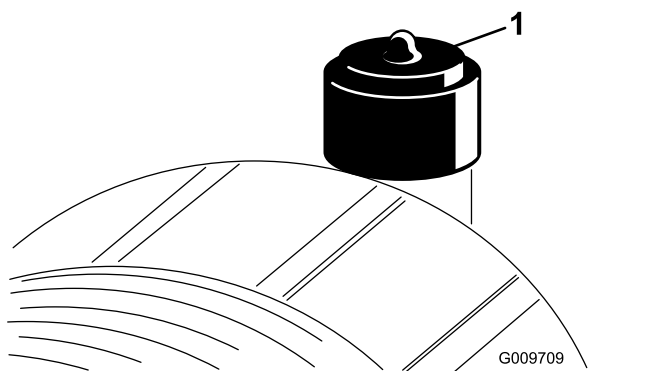

Figure 49
Faites l'entretien du filtre à air uniquement quand l'indicateur de colmatage (Figure 49) indique que cela est nécessaire. Ne remplacez pas le filtre à air plus fréquemment que nécessaire; cela ne fait qu'accroître le risque de contamination du moteur par des impuretés quand le filtre est déposé.
2. Réarmez l'indicateur de colmatage (Figure 49) s'il est rouge.